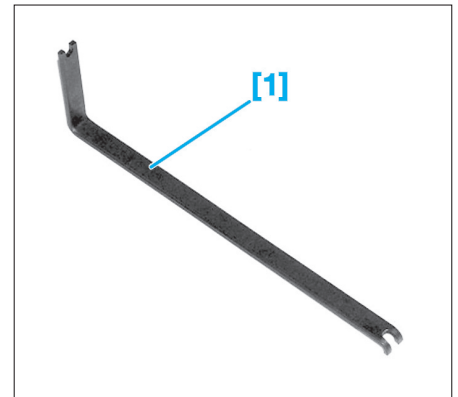

Fig. 43
- [1]. Outil de désaccouplement tuyaux circuit pneumatique diamètre Ø 4 mm (réf : 1001-A) (Fig.43).